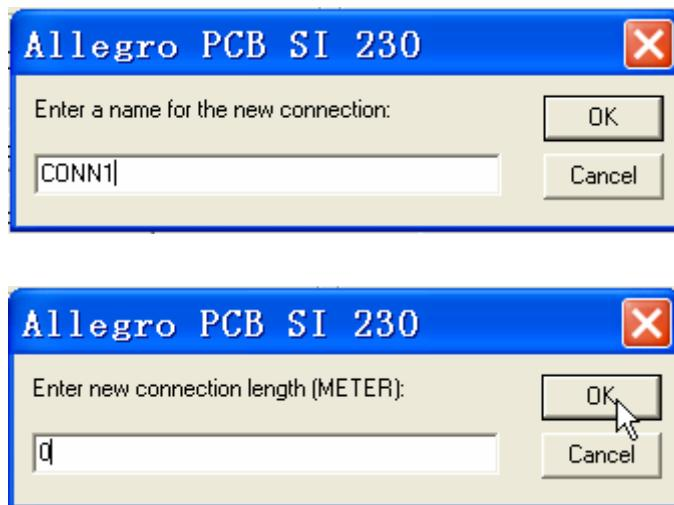

图 7-15 DesignLink 连接名
- 在 Connection Length 区域键入 0 并单击 OK，图 7-15